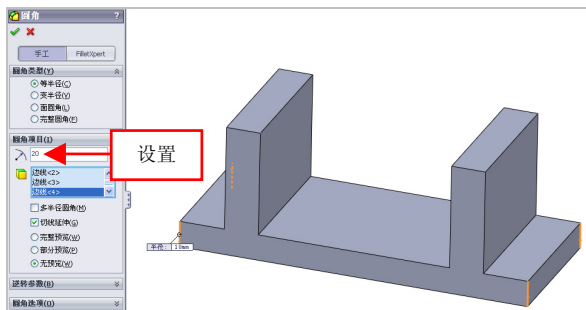

图 5-45 设置参数值
(2) 在【特征】选项卡中，单击【圆角】按钮，弹出【圆角】属性管理器，依次选择最下方长方体的 4 条侧面对象，设置【圆角半径】为 20，如图 5-45 所示。